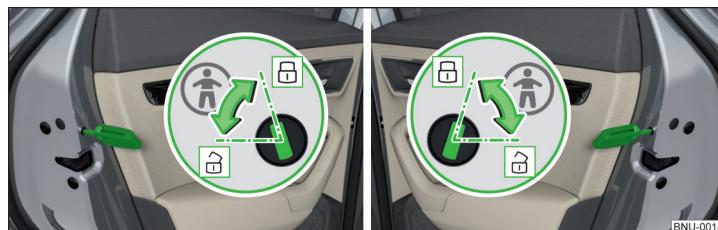

Abb. 52 Hintertür: Kindersicherung ein- / ausschalten
- Zum **Einschalten** die Sicherung mit dem Fahrzeugschlüssel in die Position  drehen » Abb. 52.